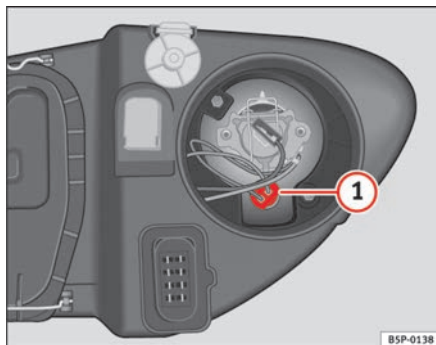

Fig. 187 Luz de población
- Extraiga el portalámparas ⇒ fig. 187 ① hacia fuera.